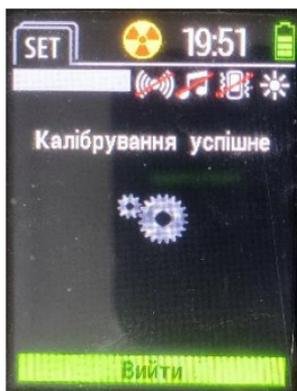

Рисунок 33 – «Калібрування успішне»
- «**Калібрування успішне**» - що означає, що прилад коректно ідентифікував всі задані фотопіки калібрувальної проби та успішно здійснив компенсування вимірювального тракту (рис. 33).